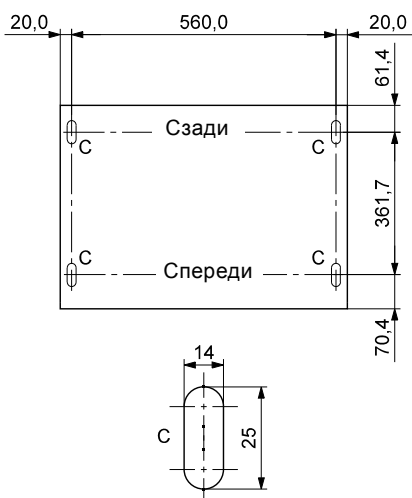

Рис. 8 Шаблон сверления для пьедестала [мм]
1. Отметьте монтажные отверстия на полу. См. рис. 8.